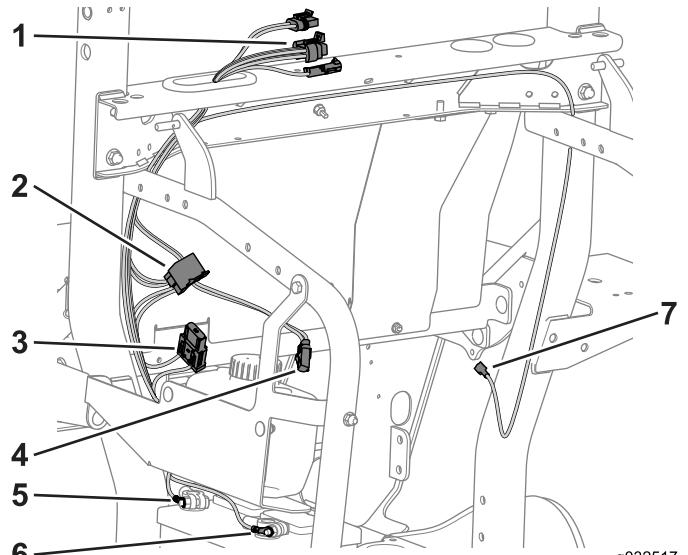

Figure 38
1. Faites passer les 3 connecteurs de la cabine dans le passe-câble (Figure 38).
2. Faites passer le câble d'alimentation auxiliaire en travers du support de cadre, puis faites-le descendre le long du tube du ROPS, vers les commandes de l'utilisateur (Figure 38).
- Acheminez les câbles rouge et noir de calibre 10 le long du tube du ROPS, sur le côté gauche du cadre et vers la batterie (Figure 38).